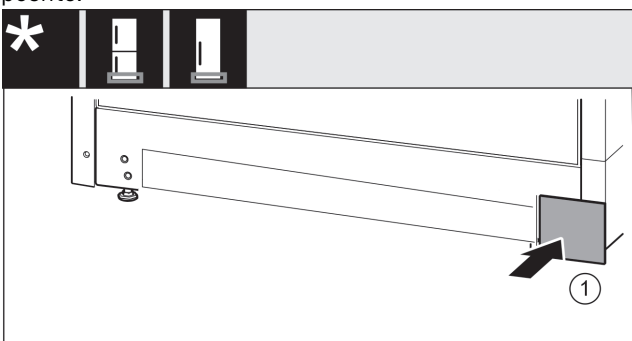

Fig. 22
- Vendosni sërish në vend kapakun mbulues Fig. 22 (1) në anën tjetër.